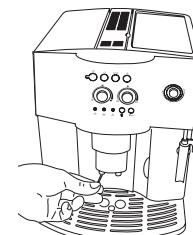

Figure 21
- Pour les nettoyer, grattez avec soin les résidus de café secs du béc verseur avec une aiguille (Figure 21).